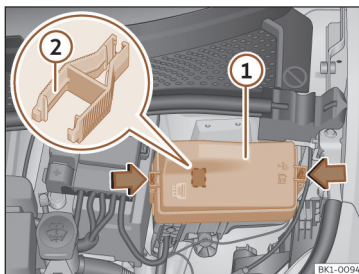

Fig. 189 No compartimento dianteiro: tampa da caixa de fusíveis.
- Abra o capô dianteiro >>> **Fig. 189** ①.
- Pressione as patilhas de bloqueio para desbloquear a tampa da caixa de fusíveis >>> **Fig. 189** ②.
- Na caixa de fusíveis pode haver umas pinças de plástico para extrair fusíveis >>> **Fig. 189** ③.